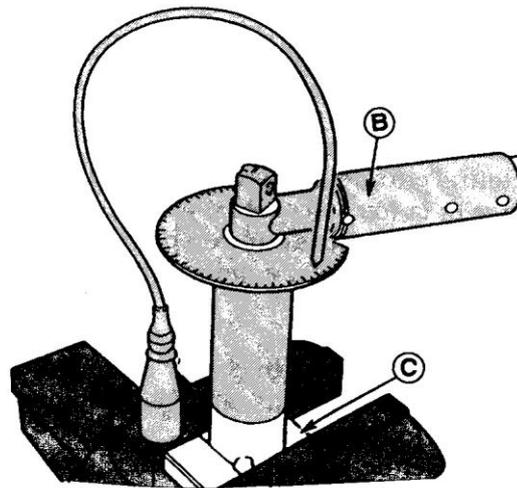

Fig.12
Sur certains types de porte-injecteurs LUCAS (CAV) le serrage de l'écrou de maintien de l'injecteur est du type serrage angulaire. A l'aide d'une clé dynamométrique appliquer un préserrage à 2 daNm. Mettre ensuite en place l'outillage de serrage à l'angle (B) (fig.12). Repérer la position 0° du cadran gradué et serrer l'écrou en lui appliquant une rotation de  $19^{\circ} \pm 1'$ .